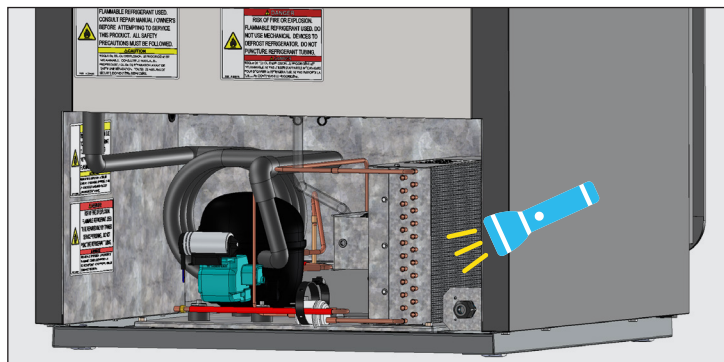

Abb. 4. Überprüfen Sie, ob alle Blockierungen entfernt sind.
4. Nachdem der Schmutz von der Rohrschlangenoberfläche entfernt wurde, verwenden Sie eine Taschenlampe, um sicherzustellen, dass Sie klar durch die Rohrschlange sehen können. Siehe Abb. 4.